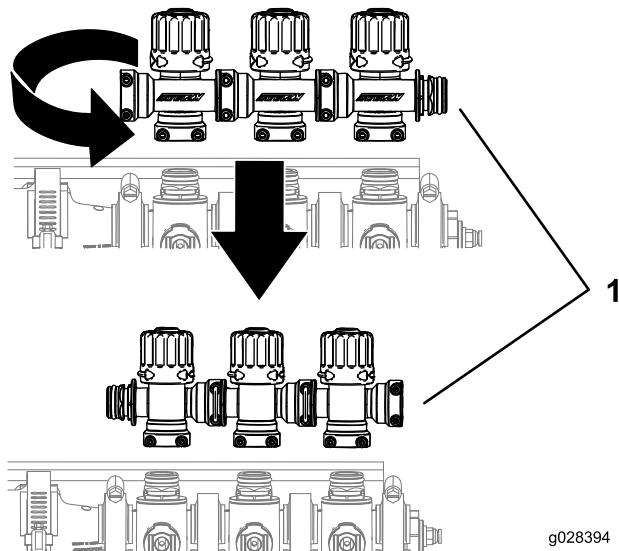

Figura 15
5. Rode o conjunto do grupo de válvulas de distribuição da rampa 180 graus como se mostra na Figura 15.